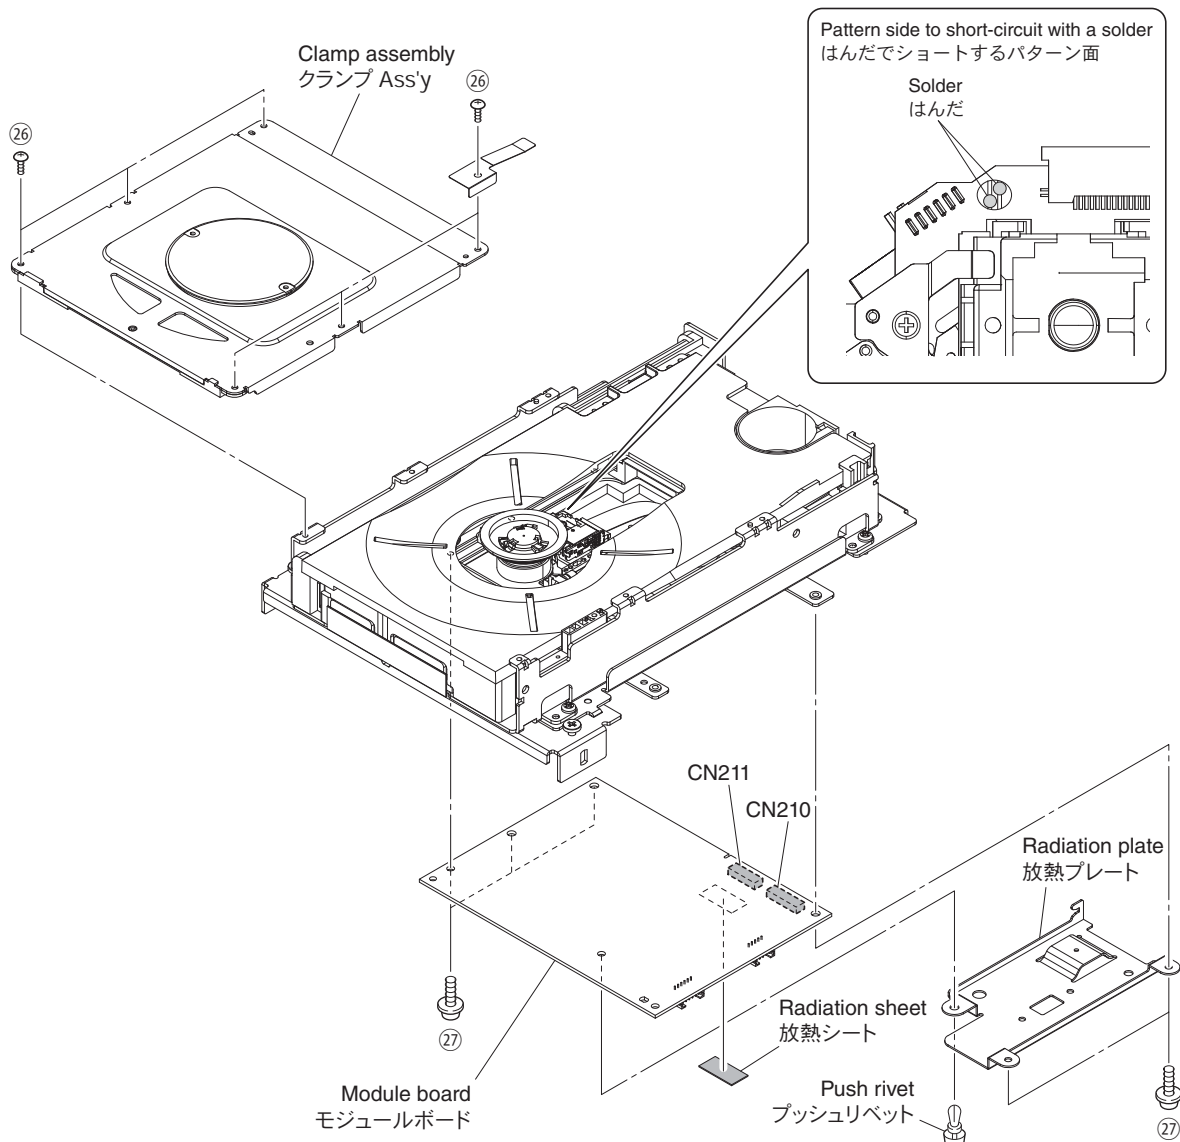

Fig. 11
- Remove 6 screws (26) and then remove the clamp assembly. (Fig. 11)
- Solder the lands in the P.C.B. of the loader mechanism unit with the anti-static soldering iron. (Fig. 11)
- Remove CN210 and CN211. (Fig. 11)
- Remove 5 screws (27). (Fig. 11)
- Remove the module board. (Fig. 11)
- Remove push rivet. (Fig. 11)
- Remove the radiation plate and radiation sheet. (Fig. 11)
- 26 のネジ 6 本を外し、クランプ Ass'y を外します。 (Fig. 11)
- ローダーメカユニットの P.C.B. 上の端子間を静電気対策はんだこてを使用してショートします。 (Fig. 11)
- CN210、CN211 を外します。 (Fig. 11)
- 27 のネジ 5 本を外します。 (Fig. 11)
- モジュールボードを外します。 (Fig. 11)
- プッシュリベットを外します。 (Fig. 11)
- 放熱プレート、放熱シートを外します。 (Fig. 11)